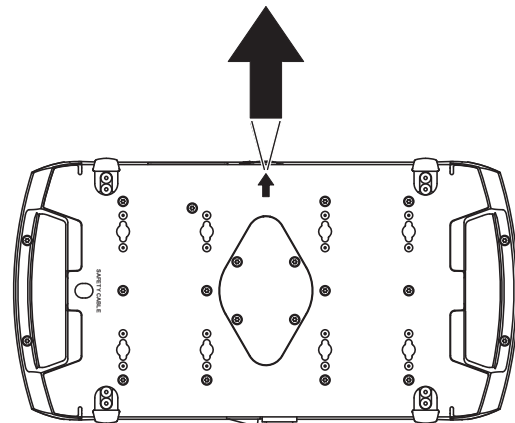

Bild 6: Markierung der Vorderseite
4. Sperren Sie den Bereich unterhalb des Arbeitsbereichs ab. Siehe Bild 6. Befestigen Sie das Gerät von einer stabilen Plattform aus so, dass der Pfeil **FRONT** an der Basis zur zu beleuchtenden Fläche hin zeigt. Ziehen Sie die Klemmen fest.